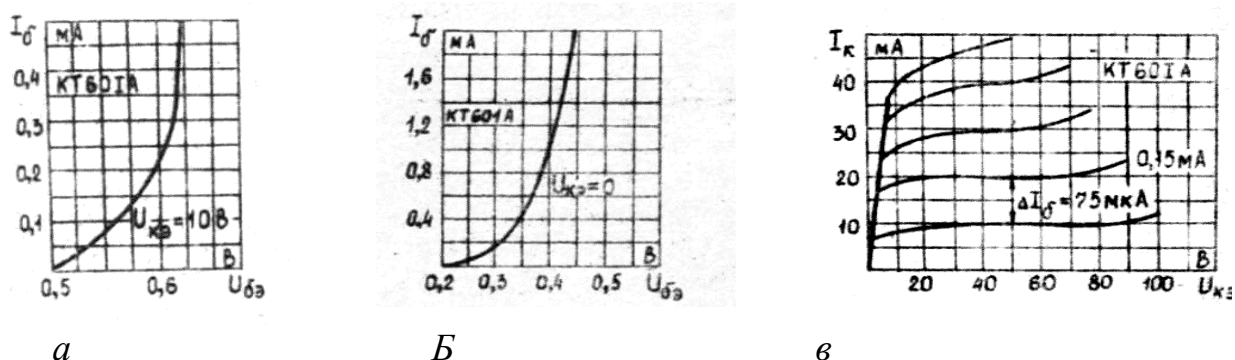

Рис. 1. Характеристики транзистора КТ601А:
По заданным статическим характеристикам биполярного транзистора (рис. 1, 2) выполнить следующие графо-аналитические расчеты для усилительного каскада:
1. Перерисуйте статические характеристики биполярного транзистора (рис. 1, 2). Обратите внимание, что входная характеристика приведена всего одна. Это является следствием малого влияния выходного напряжения на входную цепь прибора, в результате чего входные характеристики, снятые для различных значений $U_{кэ}$, располагаются очень близко друг к другу. Указанное обстоятельство в большинстве случаев расчетов позволяет использовать одну кривую, как показано на рис. 1а, б; 2а, б.